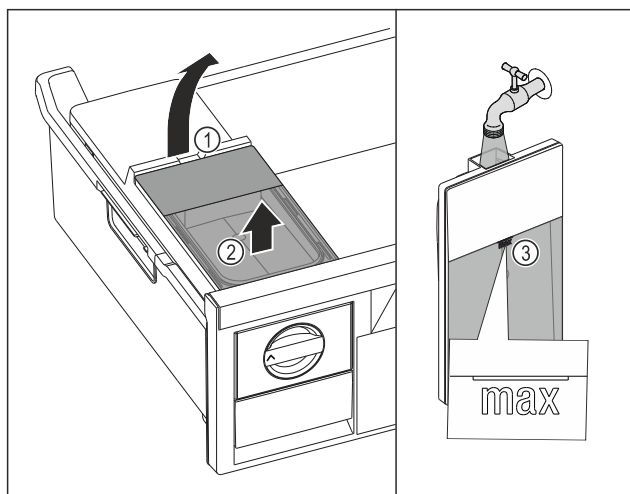

Fig. 126
- ▶ Løft vandtanken op til udsparringen *Fig. 126 (1)*.
- ▶ Tag vandtanken ud fra oven. *Fig. 126 (2)*
- ▶ Fyld vandtanken med drikkevand op til mærket *Fig. 126 (3)*.